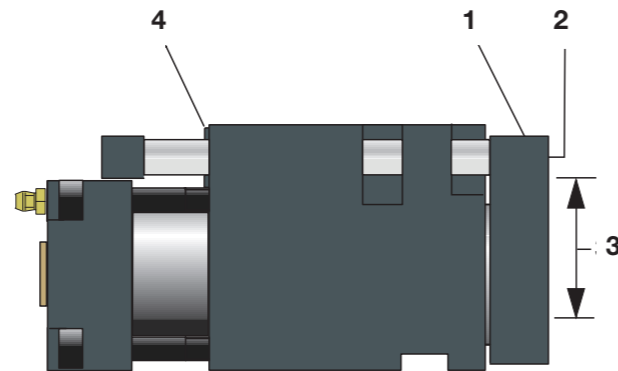

Abbildung 12:
8.2 Werkzeugschieber Kompakt 2018.11. (Abb.12)